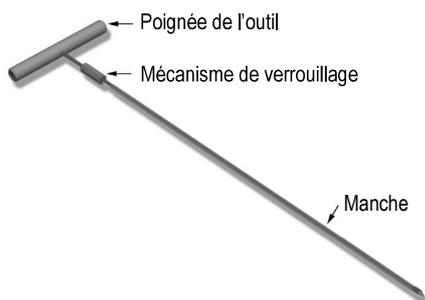

Figure 20. L'outil de tunnellisation
1. Fixez la poignée au manche de l'outil de tunnellisation en tournant le mécanisme de verrouillage dans le sens horaire (voir Figure 20).